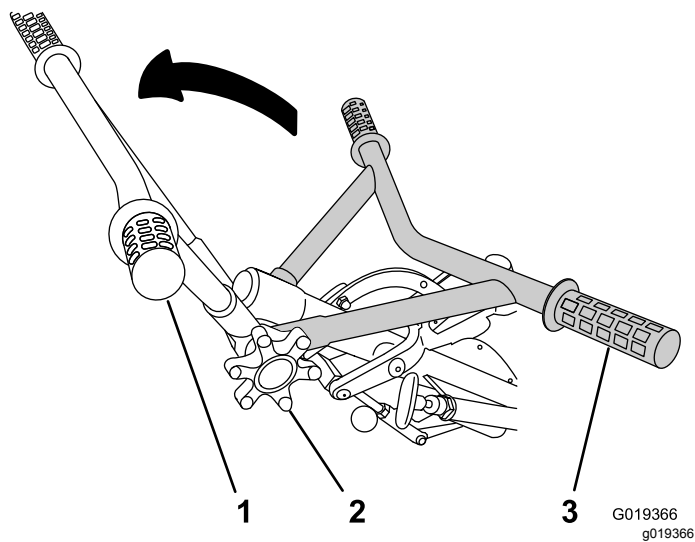

Figura 11
2. Coloque el manillar en la posición deseada, y gire el mando de ajuste en sentido horario para apretar el manillar (**Figura 11**).